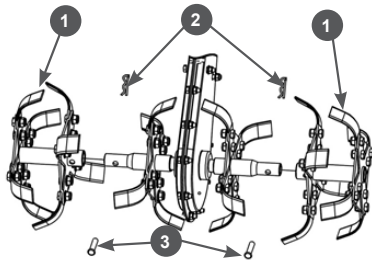

Рис. 3 Установка фрез
2. Установите внешние фрезы 1 (Рис. 3). Совместите отверстия в переходниках внутренних и осях внешних фрез и вставьте в отверстия пальцы 3. Зафиксируйте пальцы шплинтами 2 (Рис. 3).